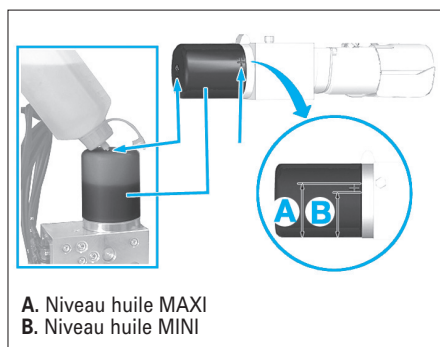

Fig. 129
- les vis (15), (16), (29), (31) à $0,33 \pm 0,03$ daN.m,
- les vis (18), (21) à $0,25 \pm 0,05$ daN.m.
- Si nécessaire, effectuer la mise à niveau comme illustré (Fig.129).